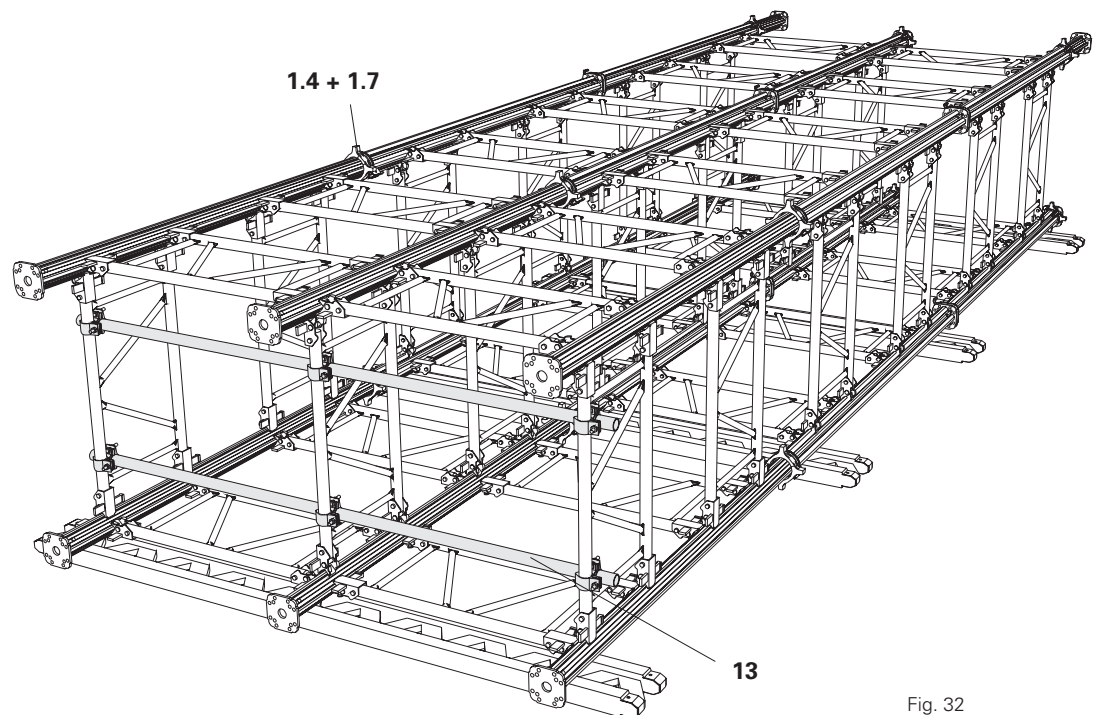

Fig. 32
- Der skal monteres stilladsrør **13** under rørene på de øverste hegn til kranophænget. **Fig. 32**.